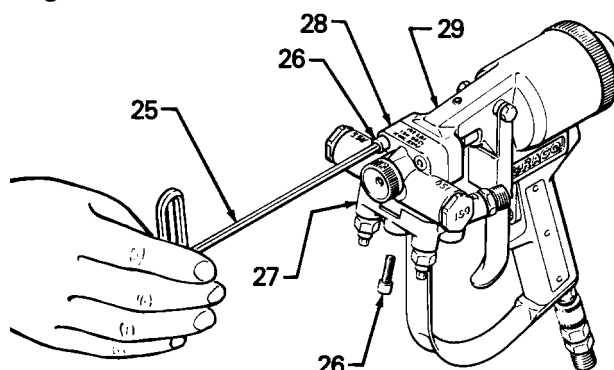

Fig. 7
- a. Utilizar la llave de 3/16" (25) para retirar el perno (26) del múltiple de fluido (27) y retirar los dos pernos (26) del alojamiento de la tobera (28). Ver Fig. 7.
- b. Accionar la pistola y a continuación extraer directamente el alojamiento de la tobera (28) del cuerpo de la pistola (29).